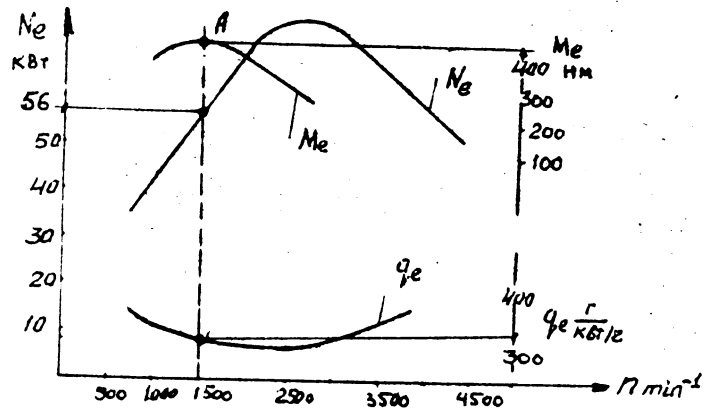

Рисунок 1.1. Внешняя скоростная характеристика автомобильного двигателя
1.13 Определить максимальную тяговую силу, мощность на колесах, скорость, которую развивает автомобиль, двигаясь по влажной грунтовой дороге ($\varphi = 0,3$) на прямой передаче, если передаточное число главной передачи 6,45; КПД трансмиссии $\eta_{тр} = 0,85$. Нагрузка на задний мост равна 58750 Н, размер шин 260-508. Сможет ли автомобиль в заданных условиях реализовать максимальную тяговую силу? При решении используйте внешнюю скоростную характеристику (см. рисунок 1.1.).